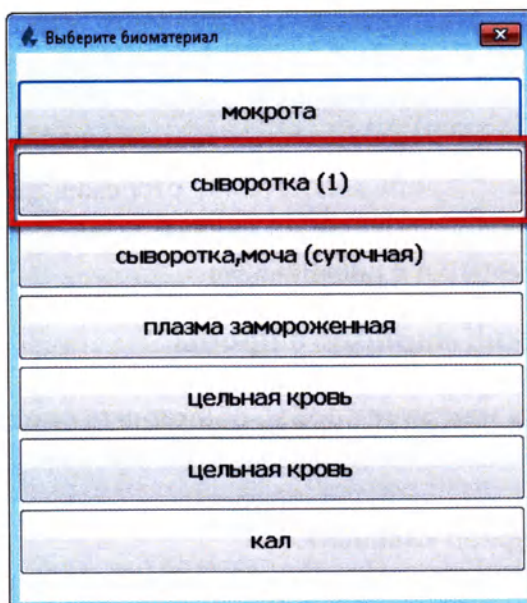

Рисунок 4.2
3. В открывшемся диалоговом окне нажмите кнопку с названием биоматериала, для которого необходимо отследить маршрут перемещения (Рисунок 4.2):